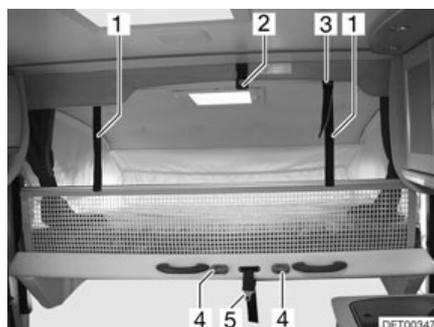

Fig. 98 Cama elevada
- Soltar el cinturón de retención (Fig. 98,5) del techo (Fig. 98,2).
- Asegurar la cama elevada con el cinturón de retención (Fig. 98,5) al techo (Fig. 98,2).
- Enganchar la escalera de ascenso a las grapas (Fig. 98,4) de la cama elevada con los dos ganchos.
- Engatillar las cintas de sujeción (Fig. 98,1) en los soportes (Fig. 98,3) en el techo.